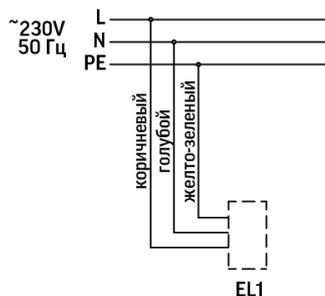

Рис. 3
- 5.4 Электрическое подключение светильника осуществляется через выведенный провод. Подключите сетевой провод строго в соответствии с цветовой маркировкой: голубой – нейтраль, коричневый – фаза, желто-зеленый – заземление (см. рис. 3)